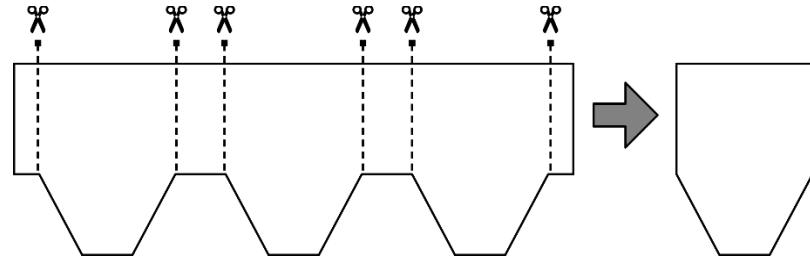

Fig. 10 - Preparazione elementi colmo
- Predisporre gli elementi di colmo andando a tagliare in tre pezzi una tegola intera – Fig. 10.
- Predisporre gli elementi di colmo andando a tagliare in quattro una tegola intera e sagomando la parte superiore con una certa inclinazione di taglio – Fig. 10.